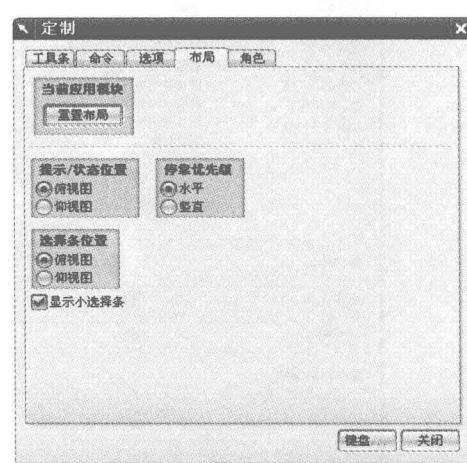

图 1-13 “布局”选项卡
5) 单击“布局”选项卡，如图 1-13 所示，该选项卡主要用来对界面的布局进行设定。